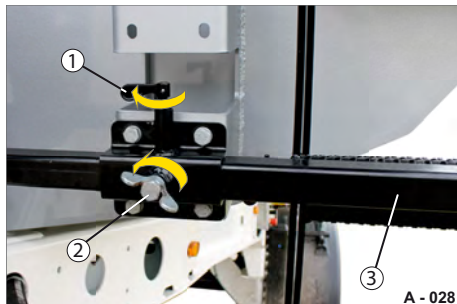

Abb. 38 Sicherung lösen
- ▶ Lösen Sie die Fixierschraube (Abb. 38/2).
- ▶ Schwenken Sie den Sicherungsstift (Abb. 38/1) nach oben. Der Träger (Abb. 38/3) der Aufstiegsleiter ist freigegeben.